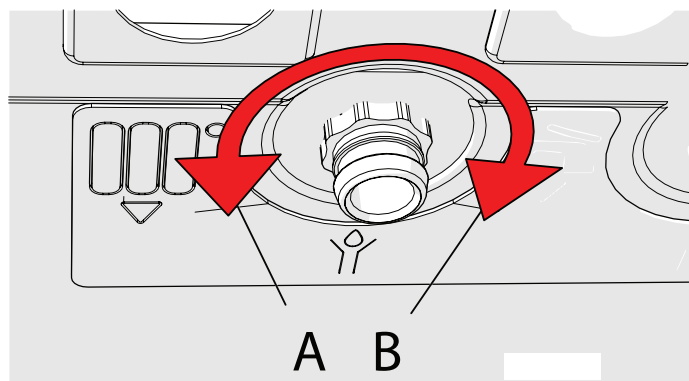

Figura 8-19 - Verso di apertura e chiusura rubinetti
- 6.- aprire i rubinetti di scarico "A" e "B" (vedi senso di rotazione in figura 8-19);